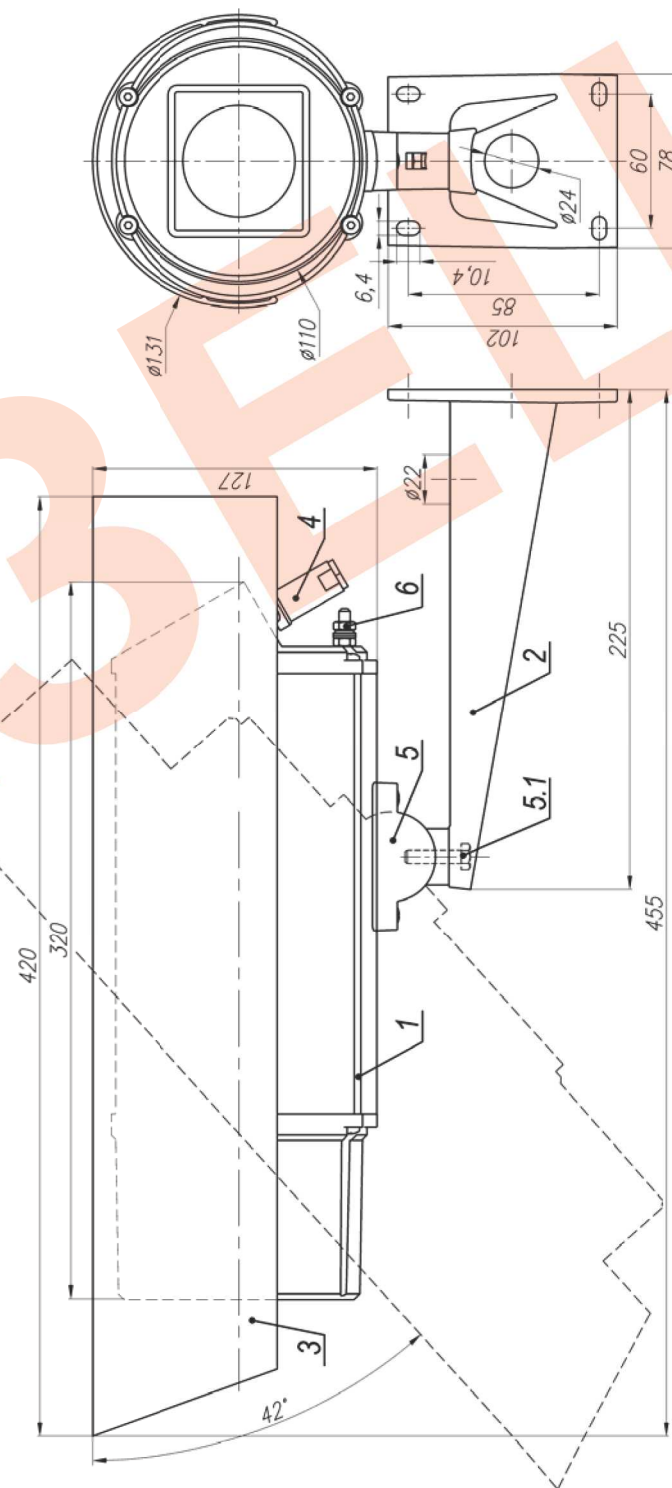

Рис.1 Габаритные и установочные размеры ТВК-92 IP
3. Ослабив болт фиксации шарнира (поз.5.1 рис.1), установить гермобок на нужное направление обзора, после чего надежно зафиксировать шарнир затянув болт.
4. Заземлить гермобок с помощью болта заземления (поз.6 рис.1).
| 10    | Габаритные размеры                           | см. рис.1                                  |  |                      |                |
**Состав изделия:** (см. рис.1)